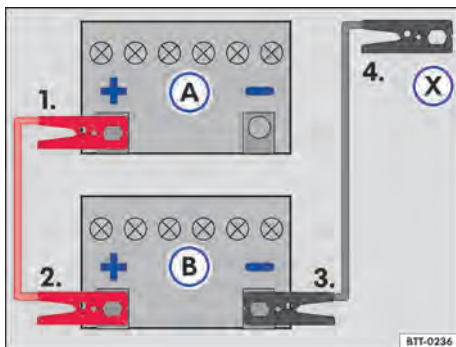

Fig. 149 Esquema para a conexão dos cabos auxiliares de partida: bateria do veículo descarregada (A) e bateria do veículo fornecedora de corrente (B).
Legenda para → Fig. 149:
Conectar o cabo auxiliar de partida somente na sequência 1 – 2 – 3 – 4 → Fig. 149.
- Conectar uma extremidade do cabo auxiliar de partida *vermelho* ao polo positivo (+) do veículo com a bateria do veículo descarregada → Fig. 149 ❶ → ▲.
- Conectar a outra extremidade do cabo auxiliar de partida *vermelho* ao polo positivo (+) do veículo fornecedor de corrente ❷.
- Conectar uma extremidade do cabo auxiliar de partida *preto* ao polo negativo da bateria do veículo fornecedor de corrente ❸.
- Conectar a outra extremidade do cabo auxiliar de partida *preto* X no veículo com a bateria do veículo descarregada em uma peça maciça de metal aparafusada firmemente ao bloco do motor ou no próprio bloco do motor - porém não nas proximidades da bateria ❹ → ▲.